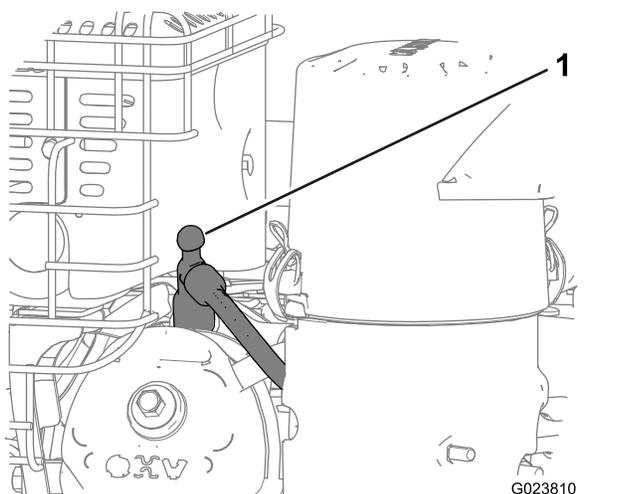

Figure 22
3. Débranchez la bougie et éloignez le fil de la bougie pour éviter tout risque de démarrage accidentel (Figure 22).